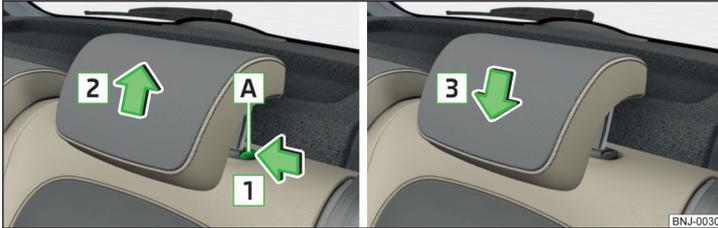

Fig. 60 Extraer/introducir el reposacabezas
- Mantener presionada la tecla de seguridad **A** en el sentido de la flecha **1** y retirar el reposacabezas en el sentido de la flecha **2** » fig. 60.